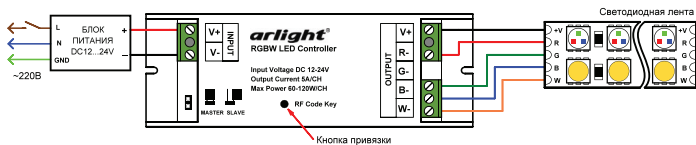

Рис.1. Схема подключения контроллера.
- 3.3. Подключите светодиодную ленту или другой светодиодный источник света к выходу **OUTPUT** контроллера согласно маркировке R, G, B, W (рис.1.). Соблюдайте полярность подключения.